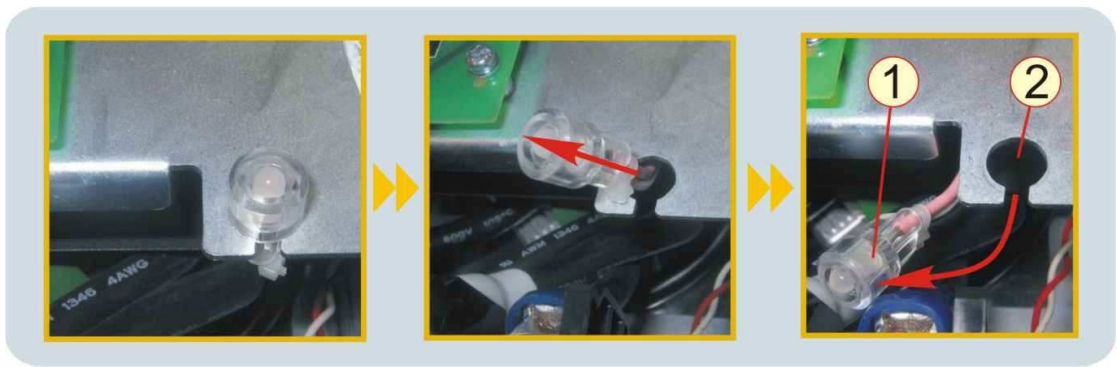

Рисунок 6.10
6.5.2 Снять индикатор 1 из гнезда 2 на панели пульта (рисунок 6.10).